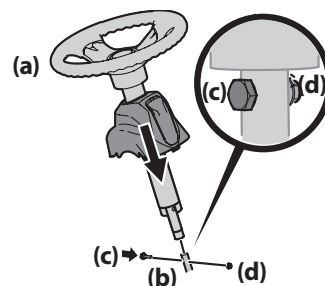

Figure 2
2. Enlevez le boulon à épaulement et le contre-écrou de l'arbre de direction et gardez-les pour utilisation ultérieure. Voir Figure 2.
4. Abaissez le volant (a) sur la partie inférieure de l'arbre de direction (b) et maintenez-le en place avec la boulon à épaulement (c) et le contre-écrou (d) retirés plus tôt. Voir Figure 2.